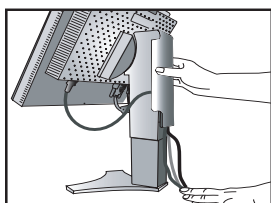

Figura 8
7. Vuelva a deslizar la cubierta para cables a la posición correcta (Figura 8). Conecte el cable de alimentación al tomacorriente.